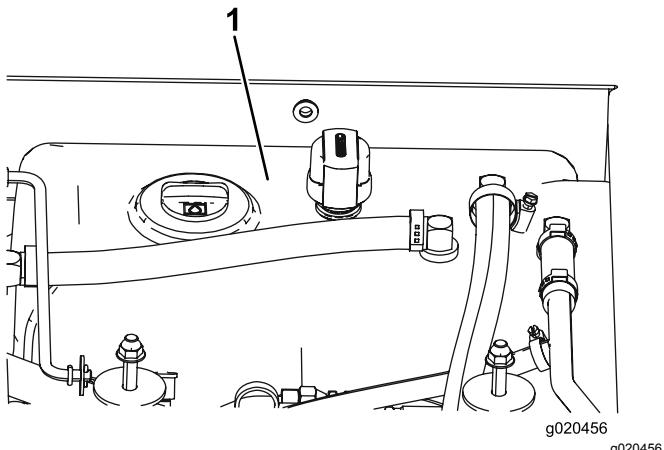

Figura 117
- Encha o reservatório (Figura 117) com fluido hidráulico; consulte Manutenção do sistema hidráulico \(página 79\).